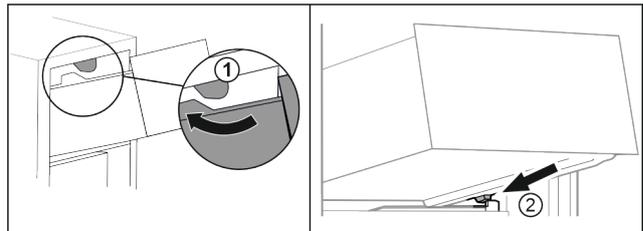

Fig. 27
- ▶ Schubfach um die oberen Stopper herumführen. Fig. 27 (1)
- ▶ Schubfach schräg hinter den unteren Stoppfern auf Behälterrippe aufsetzen. Fig. 27 (2)